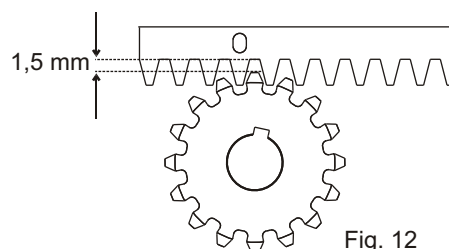

Fig. 12
6.6. Toda la cremallera tiene que ser elevada de 1,5 mm. para evitar que el peso de la cancela grave sobre el piñón (Fig. 12),